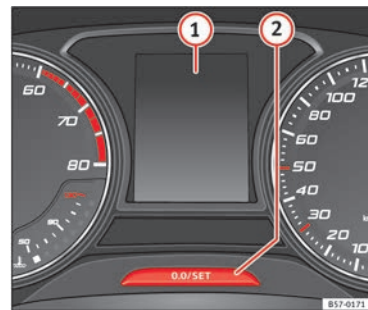

Fig. 48 Cuadro de instrumentos
La indicación de los intervalos de servicio aparece en la pantalla del cuadro de instrumentos »» fig. 48 ①.
Mantenga pulsada la tecla **[0.0/SET]** durante más de 5 segundos para consultar el mensaje de servicio **» fig. 48 ②**.
- Apague el contacto, pulse y mantenga pulsada la tecla **[0.0/SET]** **» fig. 48 ②**.